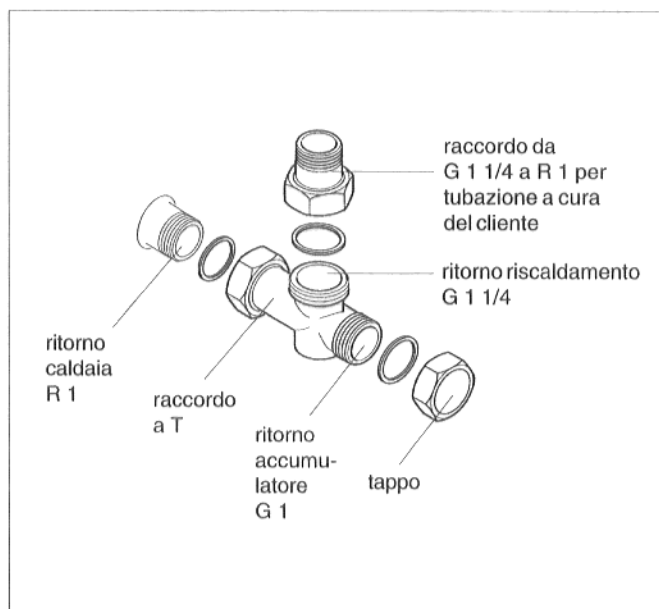

Fig. 7: Ritorno G124 X
* in caso di G124 X vedere anche Fig. 7
- Applicare la guarnizione nei dadi a risvolto del pezzo a T fornito a corredo ed avvitare forte il pezzo a T al ritorno (Fig. 7). Se non viene collegato alcun accumulatore-produttore di acqua calda sanitaria, avvitare il tappo con la guarnizione (Fig. 7).
Se non viene utilizzato alcun sistema a montaggio rapido circuito di riscaldamento (accessorio), montare all'uscita 90° il pezzo di riduzione G 1 1/4 fornito a corredo sul R 1 per il ritorno del circuito riscaldamento (Fig. 7).